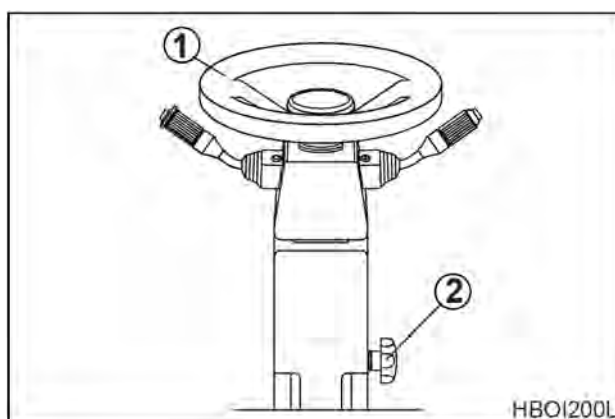

Рис. 10
Поворот рычага позволяет передвигать рулевое колесо в наиболее удобное для оператора положение. Ослабить рычаг (2, рис. 10), взявшись за рулевое колесо (1). Затянуть рычаг после установки рулевого колеса в нужное положение.